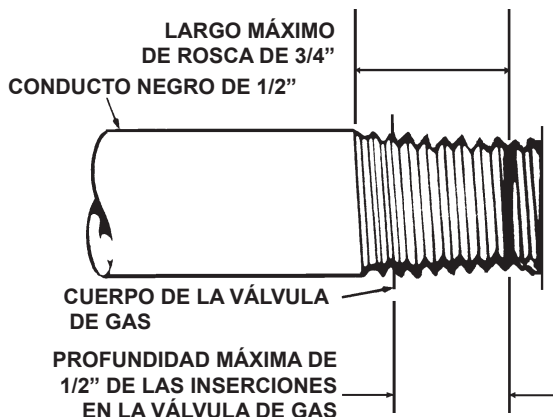

Figura 6. Requisitos de conexión de la válvula de gas
- Las roscas macho del conducto que se instalará en la válvula de gas deben cumplir con los requisitos de la Figura 6. Las
⚠ ADVERTENCIA: Si las roscas macho del conducto que se instalará en la válvula de gas no cumplen con los requisitos de la Figura 6, pueden producirse daños, distorsión y un funcionamiento indebido en la válvula de gas.